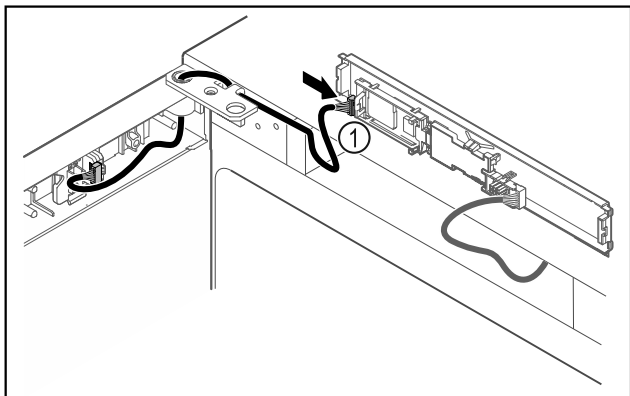

Fig. 48
- ▶ Vtič Fig. 48 (1) priključite na tiskano vezje.